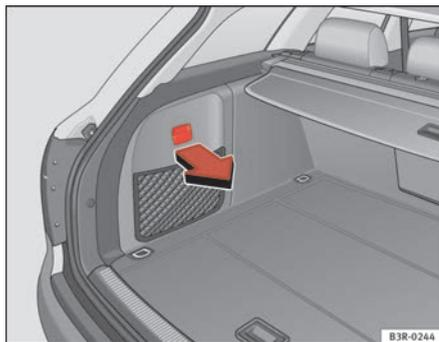

Fig. 126 Maletero: Recubrimiento lateral con compartimento cerrado
- Para abrir, tire de la empuñadura hacia adelante ⇒ fig. 126.